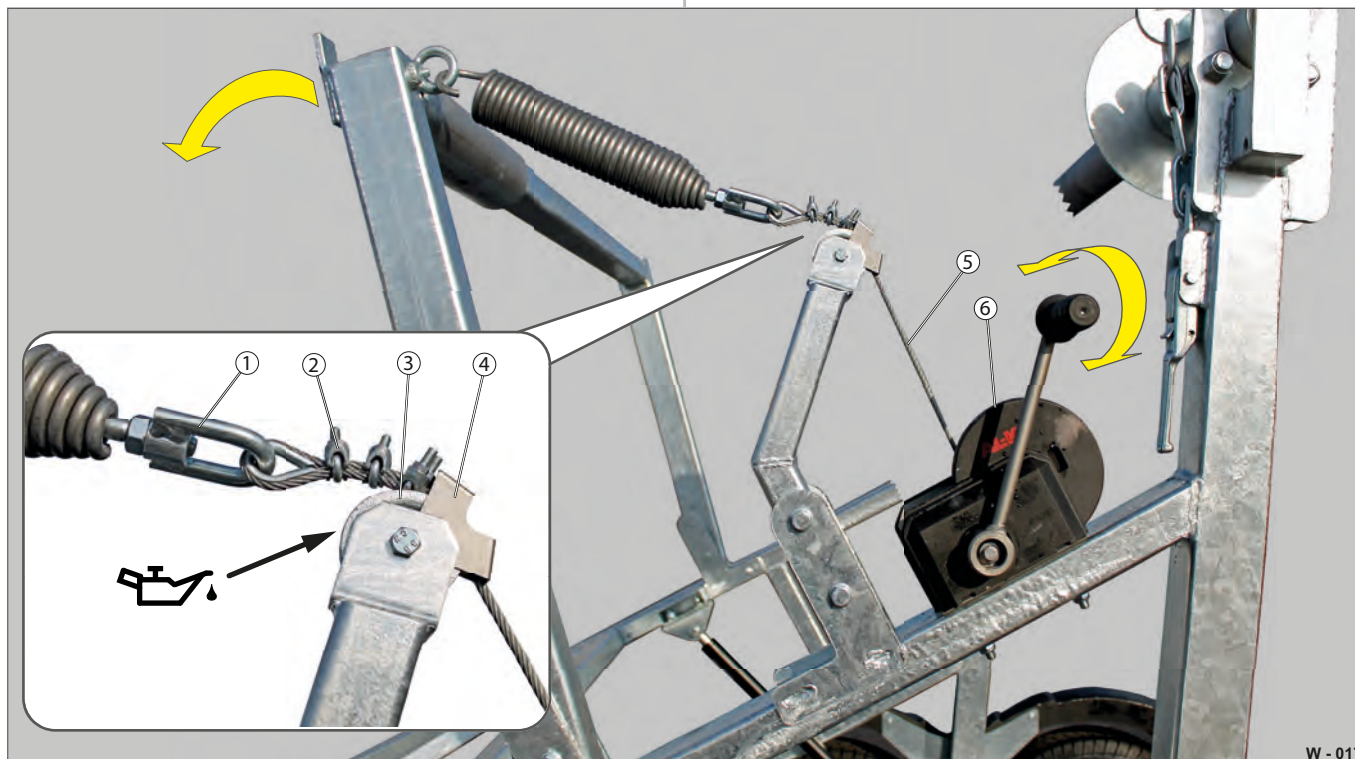

Abb. 17 Seilwinde für Bremsrahmen
- ▶ Kontrollieren Sie die Zugfeder (Abb. 17/1) und dessen Befestigung auf Beschädigungen / Deformation.
- ▶ Prüfen Sie die Klemmbefestigungen (Abb. 17/2) auf Festsitz.
- ▶ Säubern Sie das Drahtseil (Abb. 17/5) mit einem Lappen und ölen Sie dieses mit Maschinenöl ein.
- ▶ Ölen Sie die Umlenkrolle (Abb. 17/3).